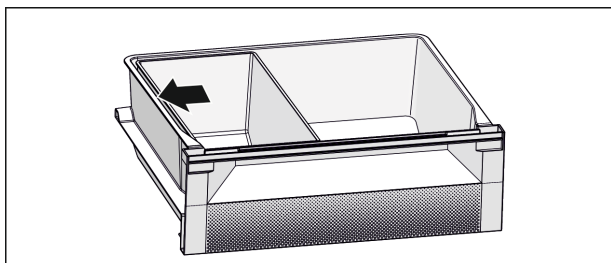

Fig. 6
- ▶ Fish & Seafood-schaal plaatsen. In de afgebeelde positie werkt de koelfunctie optimaal (zie Fig. 6).